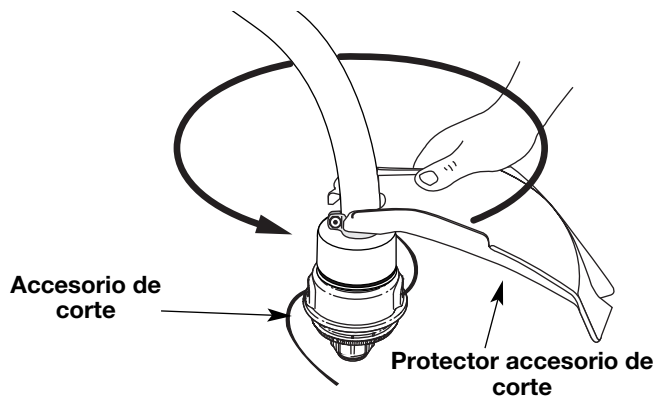

Fig. 4
2. Empuje el protector accesorio de corte hacia abajo hasta la parte superior del ensamble del accesorio de corte y luego gire el protector accesorio de corte 180°. Alinee los 4 orificios de los tornillos y calce el protector accesorio de corte en forma segura en la cavidad cóncava (Fig. 4).